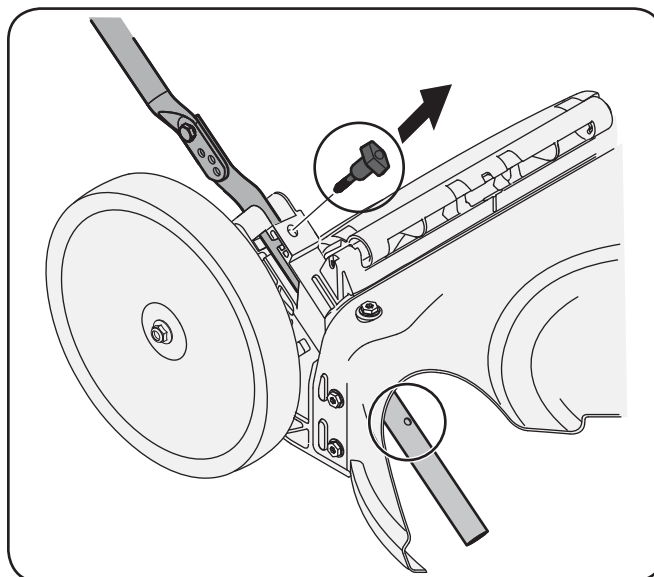
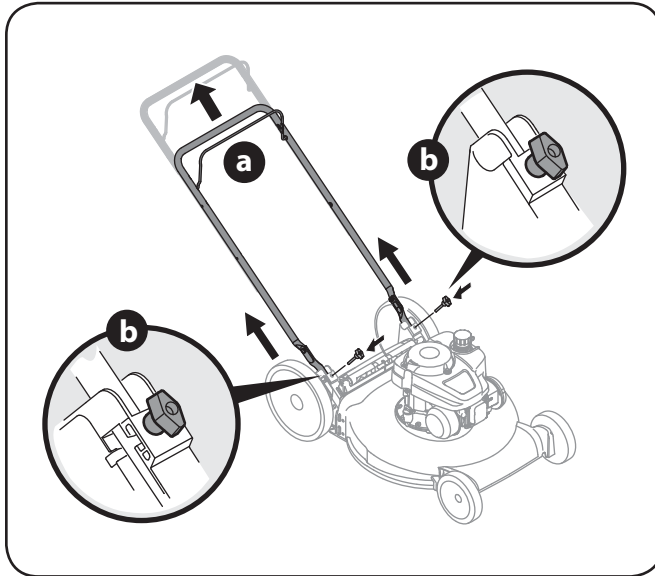

Figura 3-3
Figura 3-4
2. Retire la T-pernos de la manija entre corchetes como se muestra en Figura 3-3.
- a. Tire hacia arriba en el asa hasta agujeros en la manija (que se muestra en Figura 3-3 corte de la cubierta) se alinean con los agujeros en el mango soporte. Vea Figura 3-4.
- b. Inserte los pernos T que quitó anteriormente a través del soporte para el asa y el asa inferior y apriete bien para asegurar el mango en su lugar. Ver Figura 3-4.